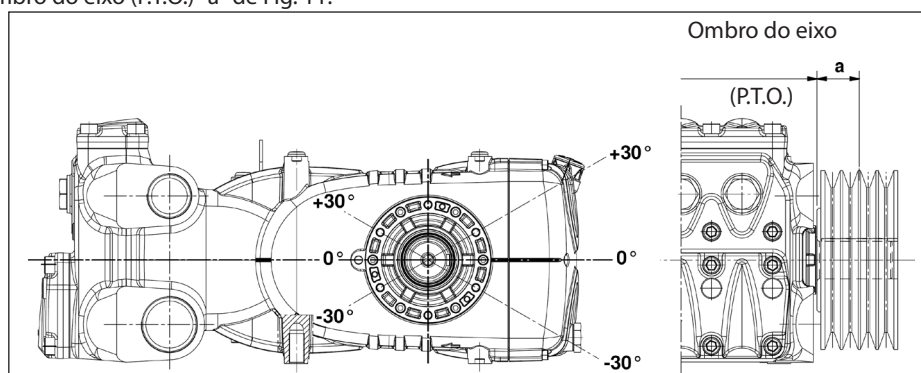

Fig. 11
A transmissão é considerada adequada se tal carga é aplicada a uma distância máxima de $a = 40$ mm do ombro do eixo (P.T.O), conforme indicado na Fig. 11.
- b) Use correias de alto rendimento - por exemplo **XPB** ao invés de **SPB** - pois resultará necessário uma quantidade inferior de correias com a mesma potência transmitida e uma consequente distância inferior do resultante em relação ao ombro do eixo (P.T.O.) "a" de Fig. 11.
- e) Siga a direção do tiro da correia, conforme indicado na Fig. 11 para exigências diferentes, contate o **Departamento Técnico** ou o **Serviço de Assistência ao Cliente**.